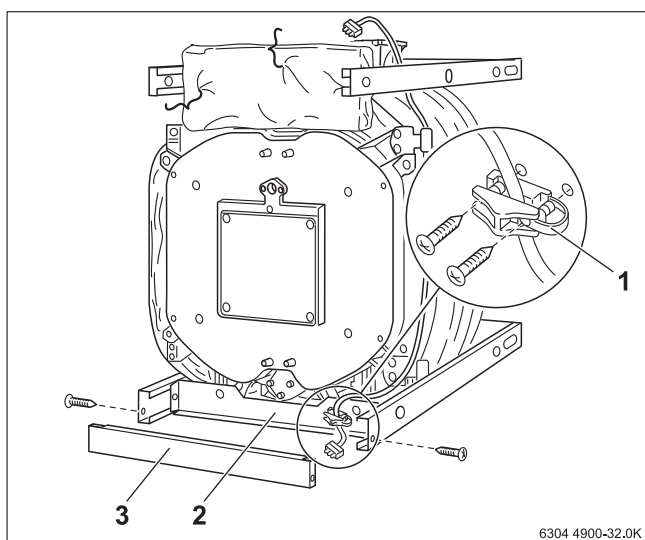

Рис. 43 Установка фиксатора кабеля горелки и цокольной панели
- ▶ Закрепите фиксатор кабеля горелки слева или справа в зависимости от навески дверцы, к нижней поперечной траверсе (→ рис. 43 – для правой навески двери).